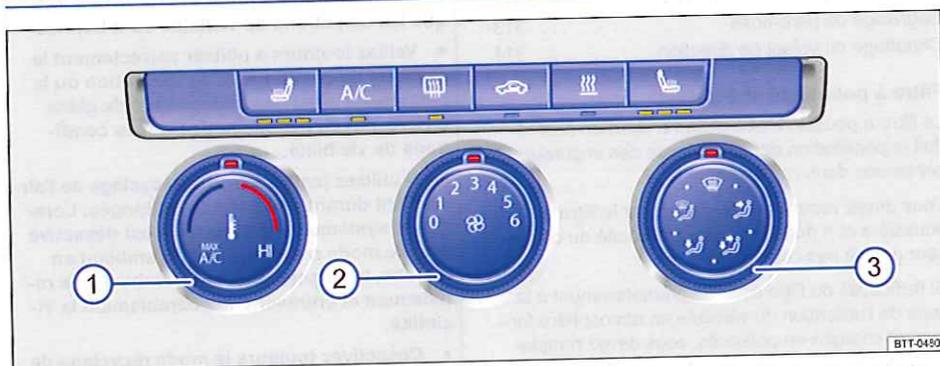
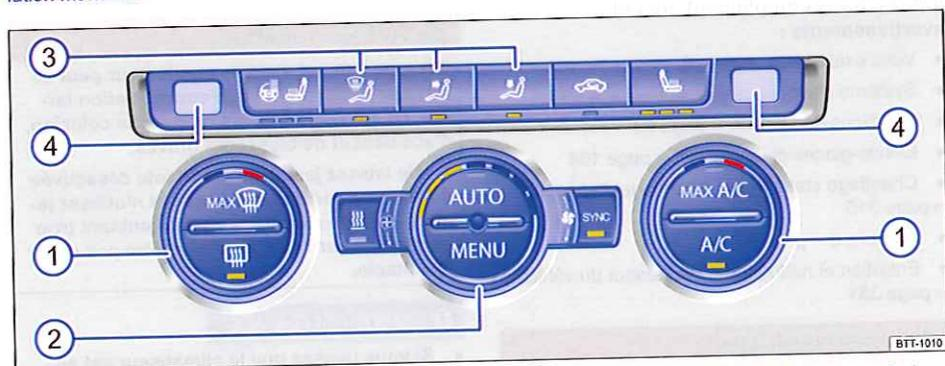

Fig. 197 Dans la partie supérieure de la console centrale : éléments de commande du climatiseur à régulation manuelle
Fig. 198 Dans la partie supérieure de la console centrale : éléments de commande du climatiseur à régulation automatique (Climatronic)
Touche, molette	Informations complémentaires. Climatiseur à régulation manuelle ⇒ fig. 197 et climatiseur à régulation automatique (Climatronic) ⇒ fig. 198.
Touche, molette	Informations complémentaires. Climatiseur à régulation manuelle → fig. 197 et climatiseur à régulation automatique (Climatronic) → fig. 198.
- Appuyez sur la touche **MENU** → fig. 198.